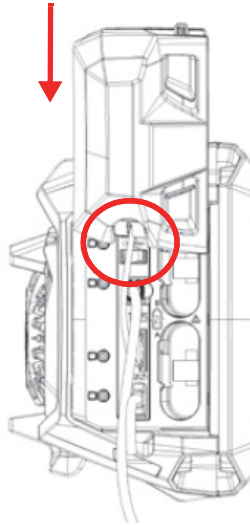

Figure 2-11 Faire glisser la porte sur les câbles alignés
3. Assurez-vous que les câbles sont alignés dans la fente de la porte spéciale, et faites glisser la porte vers le bas (Figure 2-11 à la page 39).